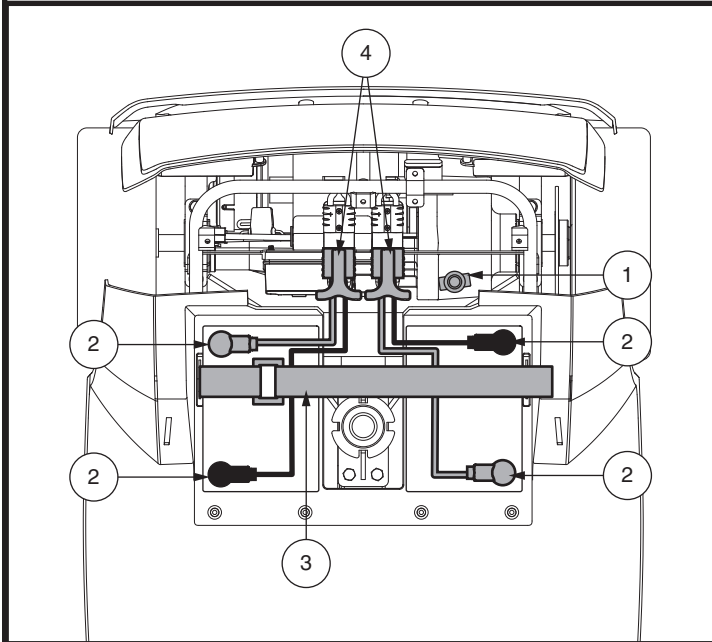

Figura 9. Terminali e connessioni per l'installazione/rimozione delle batterie
2. Scollegare il gruppo della batteria sollevandolo verso l'alto. **Vedere figura 9.**
3. Scollegare i cablaggi della batteria tirando la maniglia a forma di T sui connettori del cablaggio della batteria e tirandoli verso l'alto. **Vedere figura 9.**
6. Posizionare la batteria nuova nell'alloggiamento corrispondente. Rivolgere i poli della batteria di ciascuna batteria l'una di fronte all'altra e verso i lati esterni dello scooter. **Vedere figura 9.**